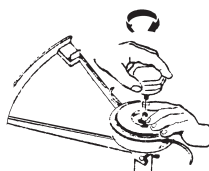

Bild 22.
8. Tryck in spolen (B) i kåpan och mata samtidigt ut trådarna genom hålen (G).
9. Tryck spolen (B) inåt så att fjädern trycks ihop, ryck till i trådarna så att de lossnar från trådhållarna (F) i spolen.
10. Tryck fast det kompletta trimmerhuvudet på spindeln och håll fast, dra åt ratten (A) medurs (dra endast åt med handkraft) (Se bild 22).